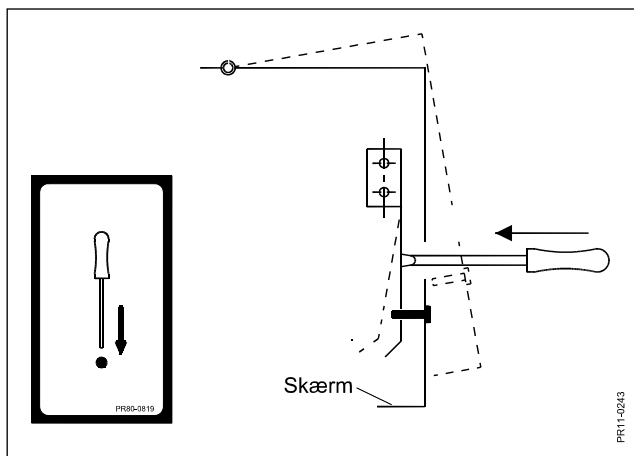
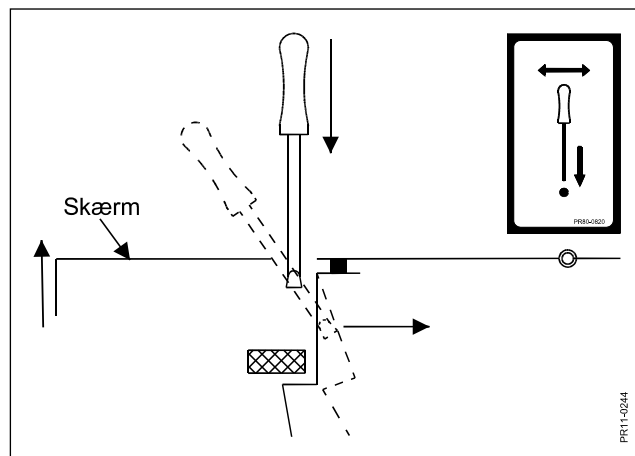

Fig. 7-1
Fig. 7-2
- Fig. 7-1** Ved vedligeholdelse af maskinen har De oftest brug for at åbne eller fjerne afskærmning. Alle afskærmninger er af sikkerhedsmæssige årsager forsynet med en lås. Låsen sikrer, at man ikke kan åbne afskærmningen uden brug af værktøj. Fig. 7-1 og Fig. 7-2 viser de to forskellige låseprincipper, samt de tilhørende transfers, der skal markere og illustrere låsene på maskinen.